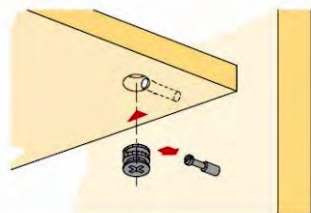

Рис.2 Схема сборки стяжки эксцентриковой
3. Присоединить детали 1,2 с дет.3 (Рис.2)